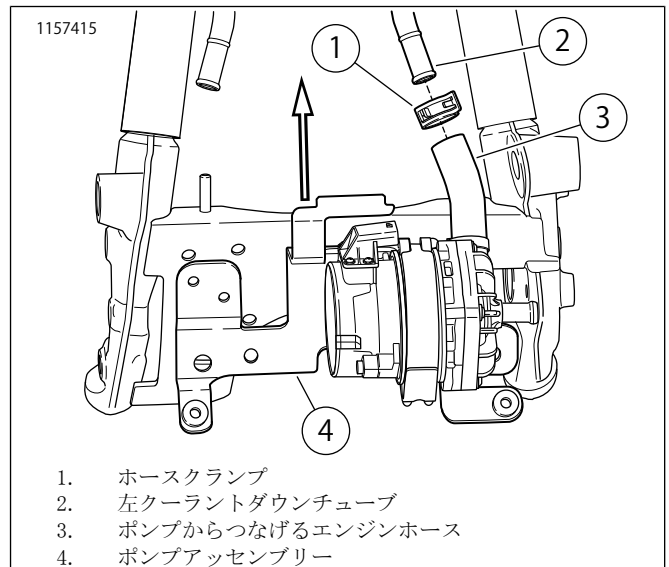

図8。ポンプアセンブリーからつなげる左クーラントダウンチューブ
12. 図8を参照してください。左ダウンチューブ(2)に新品のポンプアセンブリーを取り付けます。